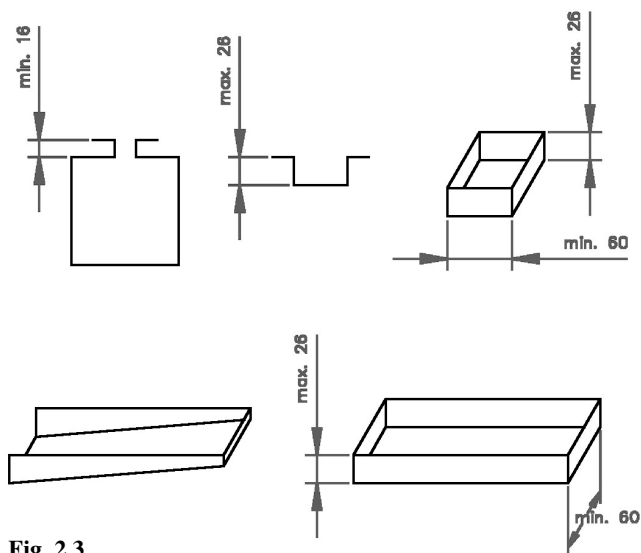

Fig. 2.3
For at udnytte nogle af de mange muligheder, LF kantbukkeren giver mulighed for (se fig.: 2.3), kan det være nødvendigt at afmontere et eller flere af segmenterne (3) i overvangen.